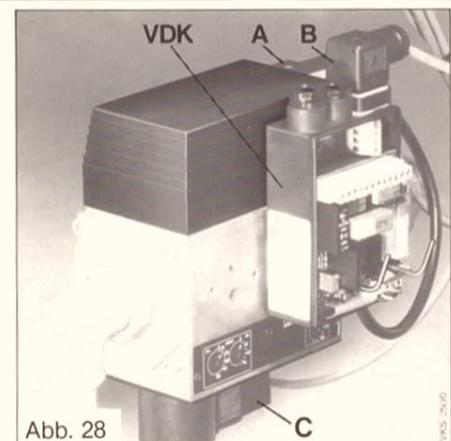

Abb. 28
Dichtstopfen (A und B, Abb. 28) heraus-schrauben.
Ventildichtkontrolle (VDK) wie in Abb. 28 gezeigt mit 2 Innensechskantschrauben (SW 3,0) befestigen.
- Einstellung Gasmangelsicherung (Pw, Abb. 28). Nachregulierung ggf. nach Einstellung des Gasdurchsatzes wie folgt durchführen: Gewünschten Einschaltdruck entsprechend Anschlußfließdruck an der Einstellskala einstellen, bei Erdgas 2 mbar unter Fließdruck bei Nennlast.